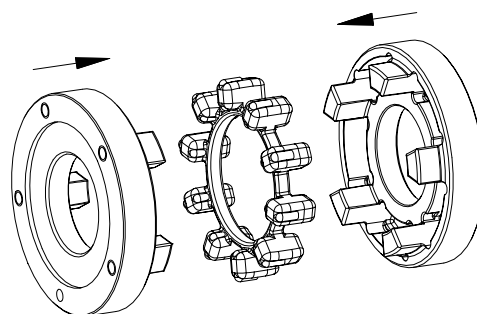

Fig. 27: Montaggio della flangia di guida con anello in elastomero
- Collegare le flange di guida e l'anello in elastomero (vedere fig. 27).